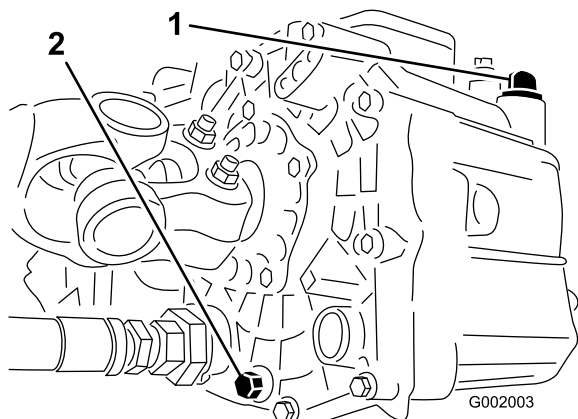

Figura 66
3. Retire el tapón de vaciado del lado del depósito y deje que se drene el aceite hidráulico al recipiente (Figura 66).